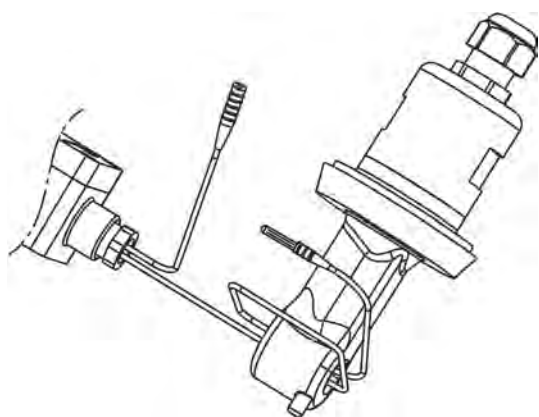

Fig. 75: Filo intorno al sensore Ci
Far passare due volte il cavo dell'adattatore di calibrazione attraverso il foro della sonda di misura (vedi Capitolo 10.2.5.5 «Regolazione di base Ci» a pag. 149, Fig. 75) e chiudere il ciclo.
4. ➤ Inserire il filo dell'adattatore di calibrazione con due giri attraverso l'apertura del sensore Ci, senza collegare le estremità del cavo. (Vedi Fig. 75 .)